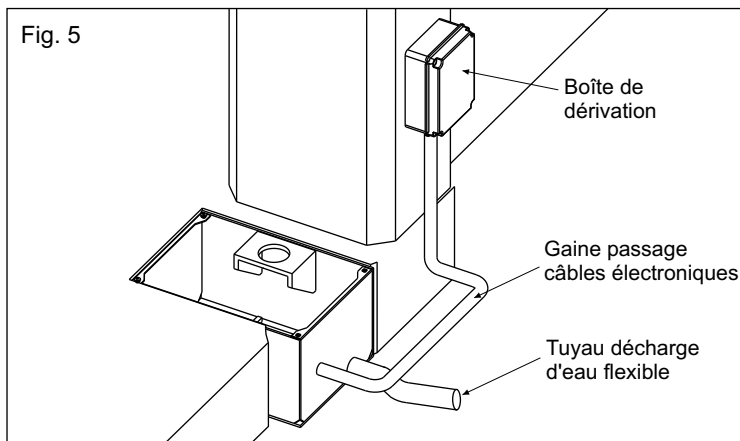

Fig. 5
- un tuyau de décharge d'eau en plastique flexible d'au moins 40 mm de diamètre à insérer dans oblong spécial de la caisse avant de la cimenter (Fig. 5) et **devra être porté jusqu'à la décharge de la ligne des égouts;**
- une gaine pour le passage des câbles électriques d'au moins 20 mm de diamètre qui devra être portée en proximité de la boîte de dérivation (Fig. 5).